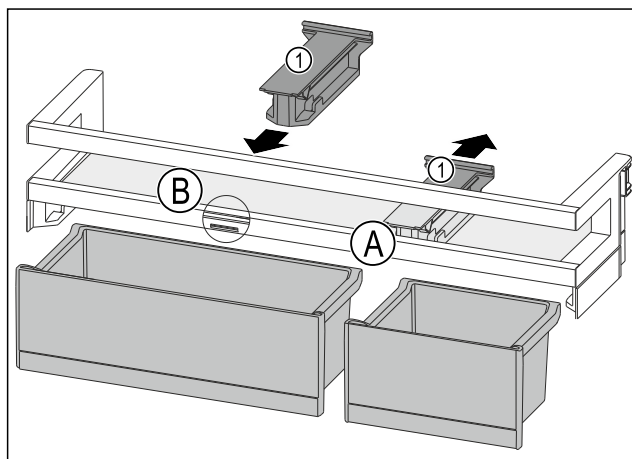

Fig. 94
- Tirare l'elemento di tenuta Fig. 94 (1) all'indietro per portarlo in posizione Fig. 94 (A).
- Inserire l'elemento di tenuta Fig. 94 (1) in posizione Fig. 94 (B).